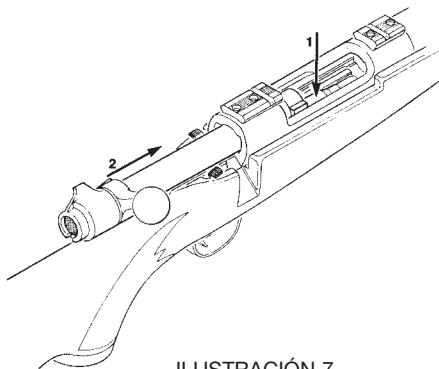

ILUSTRACIÓN 7
Si usted desea abastecer el cargador pero cerrar el cerrojo en una recámara vacía, empuje hasta cuatro (4) cartuchos dentro del cargador, uno a la vez. ANTES de cerrar el cerrojo, oprima el cartucho superior en el cargador con su dedo pulgar mientras desliza lentamente el cerrojo hacia delante para que sobrepase el cartucho superior en el cargador (Ilustración 7). Manteniendo la boca del cañón apuntando en dirección segura, retire su pulgar y termine de cerrar el cerrojo observando para asegurarse de que ningún cartucho sea empujado dentro de la recámara.